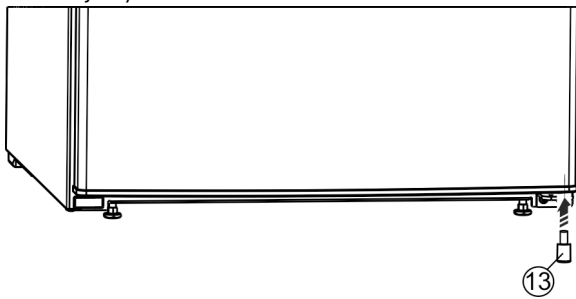

Fig. 26 *
- ▶ Distanční vložku Fig. 26 (13) opět vsadte vpravo dole do dveří; je důležitá pro stabilitu přístroje.*